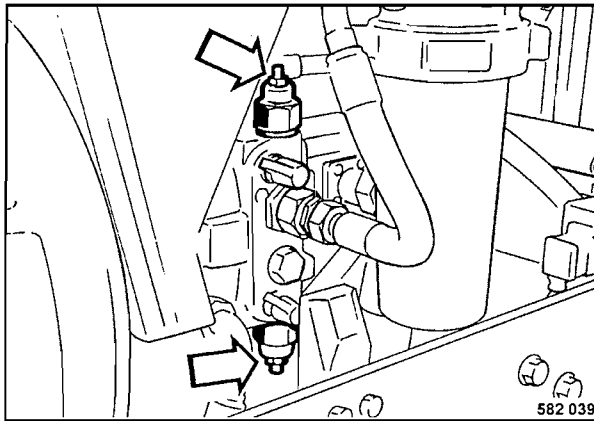

Fig. 48
- Para la conmutación de derivación de la bomba de marcha, hay que soltar las contratuer- cas de las dos válvulas limitadoras de alta presión (Fig. 48).